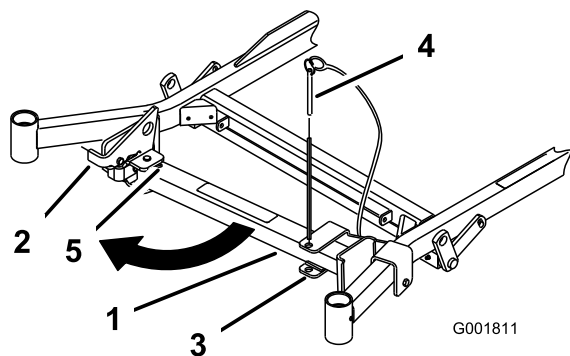
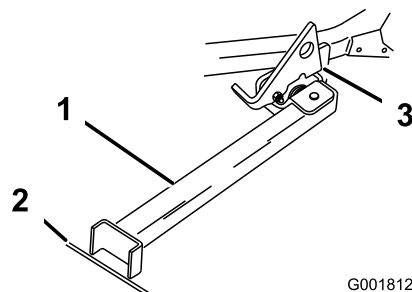

Figura 34
Figura 35
2. Retire el pasador del soporte (Figura 34).
3. Levante el enganche. Gire el pie del soporte hacia adelante, y deslice el soporte hacia la máquina, hasta que encaje en la parte de abajo de la ranura (Figura 34 y Figura 35).
6. Ponga el pie del soporte en el suelo con el enganche descansando sobre la pestaña de giro (Figura 35).
Nota: Para obtener los mejores resultados, coloque el pie del soporte en una ranura de la acera o en el césped (Figura 35).
8. Conduzca la máquina sobre el soporte. Pare cuando el enganche caiga por encima de la pestaña a la posición bloqueada (Figura 35). Una vez que esté sobre el soporte, ponga el freno de estacionamiento y apague el motor.
- Ponga el soporte de nuevo en su posición de descanso (Figura 34).